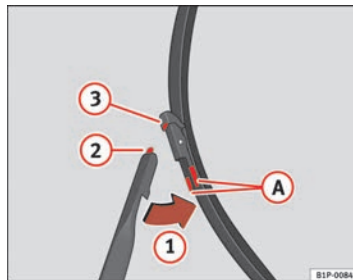

Abb. 148 Scheibenwischerblätter vorne auswechseln
- Drücken Sie auf die Sperrtaste **(A)** und nehmen Sie das Wischerblatt in Richtung Pfeil **(1)** ⇒ Abb. 148 heraus. ▶
- Setzen Sie die Lasche **2** in die Aufnahme **3** im Wischerblatt ein ⇒ Seite 242, Abb. 148.
- Drücken Sie das Wischerblatt gegen die Richtung des Pfeils **1** zum Wischerarm, bis ein Klicken zu hören ist ⇒ Seite 242, Abb. 148.